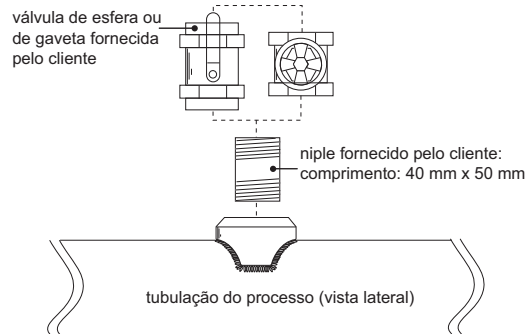

Fig. 2
B. Instale o niple do tubo e a válvula de isolamento (de esfera ou de gaveta) na montagem externa do tubo utilizando vedante nas roscas (fig. 2).